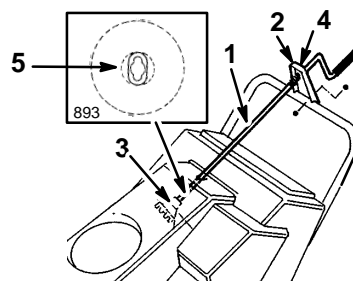

Abbildung 6
1. Das abgeflachte Ende der Auswurfkanalkurbel durch das Loch im Schutzblech stecken und den Haltebügel auf die Löcher im unteren Griffbügel ausrichten (Abb. 6).
2. Langsam die Kurbel drehen, bis das abgeflachte Ende in die versteckte Zahnradöffnung geht und sich der Auswurfkanalring mit der Kurbel dreht (Abb. 6).
3. Die Plastikbuchse ganz in das Loch im Haltebügel stecken (Abb. 6).
4. Den Haltebügel mit zwei Kopfschrauben und Sicherungsmuttern am Griff befestigen (Abb. 6).